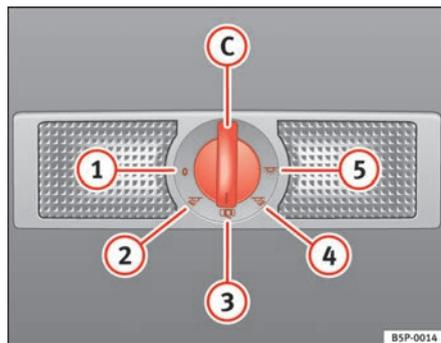

Fig. 83 Revestimento interior do tejadilho: iluminação interior e de leitura da parte traseira do habitáculo.
Com o interruptor ⇒ fig. 83 (C) podem ser seleccionadas as seguintes posições:
Com o interruptor na posição ⇒ fig. 83 (1) a luz interior e os spots de leitura estão desligados.